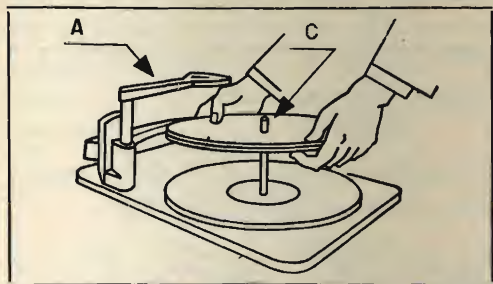

Fig. 4 - Estrazione dischi
Attendere che il piatto giradischi sia completamente fermo e quindi, dopo aver sollevato e spostato a destra il braccio pressadischi (A), togliere i dischi che si sono accumulati sul piatto sollevandoli come indicato in fig. 4.